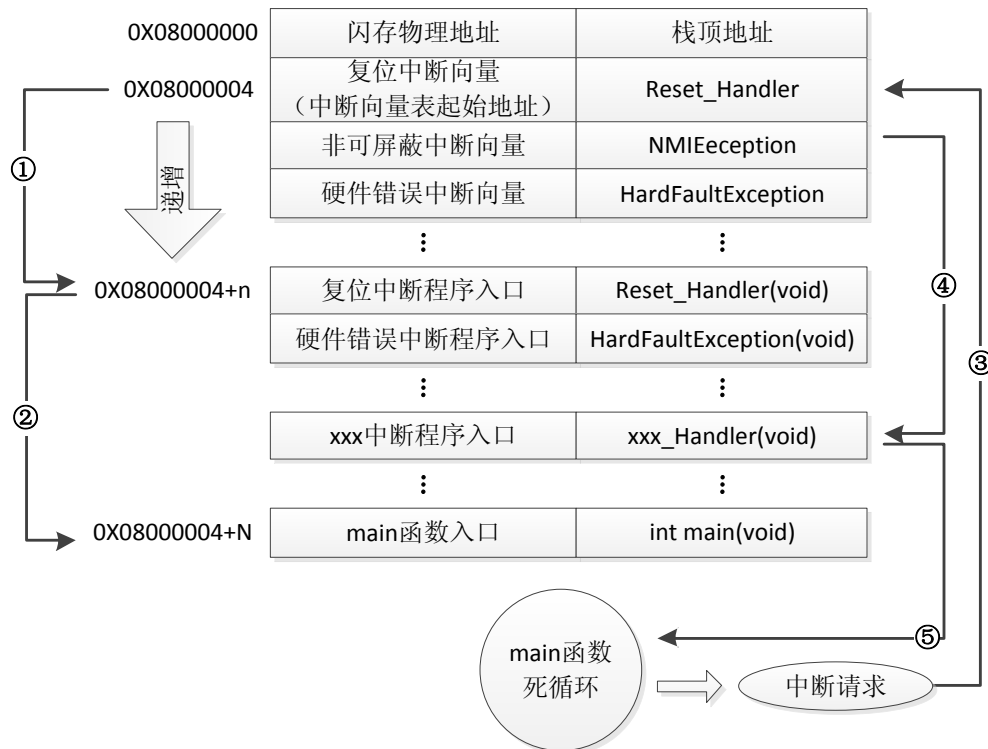
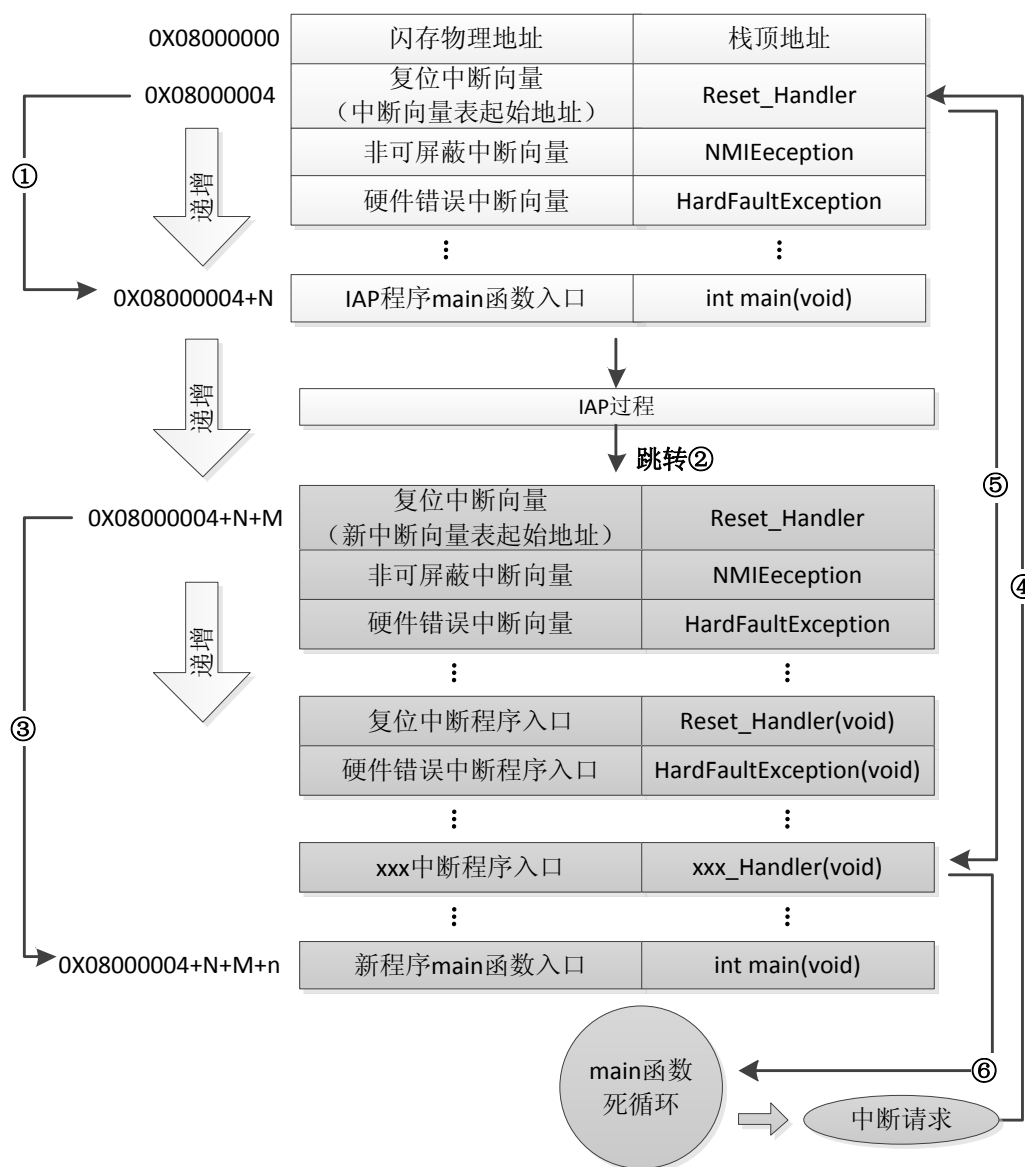

图 53.1.1 STM32 正常运行流程图
图 53.1.2 加入 IAP 之后程序运行流程图
我们先来看看 STM32 正常的程序运行流程, 如图 53.1.1 所示:
在图 53.1.1 中，STM32 在复位后，先从 0x08000004 地址取出复位中断向量的地址，并跳转到复位中断服务程序，如图标号①所示；在复位中断服务程序执行完之后，会跳转到我们的 main 函数，如图标号②所示；而我们的 main 函数一般都是一个死循环，在 main 函数执行过程中，如果收到中断请求（发生重中断），此时 STM32 强制将 PC 指针指回中断向量表处，如图标号③所示；然后，根据中断源进入相应的中断服务程序，如图标号④所示；在执行完中断服务程序以后，程序再次返回 main 函数执行，如图标号⑤所示。
当加入 IAP 程序之后，程序运行流程如图 53.1.2 所示：
在图 53.1.2 所示流程中，STM32 复位后，还是从 0X08000004 地址取出复位中断向量的地址，并跳转到复位中断服务程序，在运行完复位中断服务程序之后跳转到 IAP 的 main 函数，如图标号①所示，此部分同图 53.1.1 一样；在执行完 IAP 以后（即将新的 APP 代码写入 STM32 的 FLASH，灰底部分。新程序的复位中断向量起始地址为 0X08000004+N+M），跳转至新写入程序的复位向量表，取出新程序的复位中断向量的地址，并跳转执行新程序的复位中断服务程序，随后跳转至新程序的 main 函数，如图标号②和③所示，同样 main 函数为一个死循环，并且注意到此时 STM32 的 FLASH，在不同位置上，共有两个中断向量表。
本章，我们有 2 个 APP 程序，一个为 FLASH 的 APP，程序在 FLASH 中运行，另外一个位 SRAM 的 APP，程序运行在 SRAM 中，图 53.1.2 虽然是针对 FLASH APP 来说的，但是在 SRAM 里面运行的过程和 FLASH 基本一致，只是需要设置向量表的地址为 SRAM 的地址。